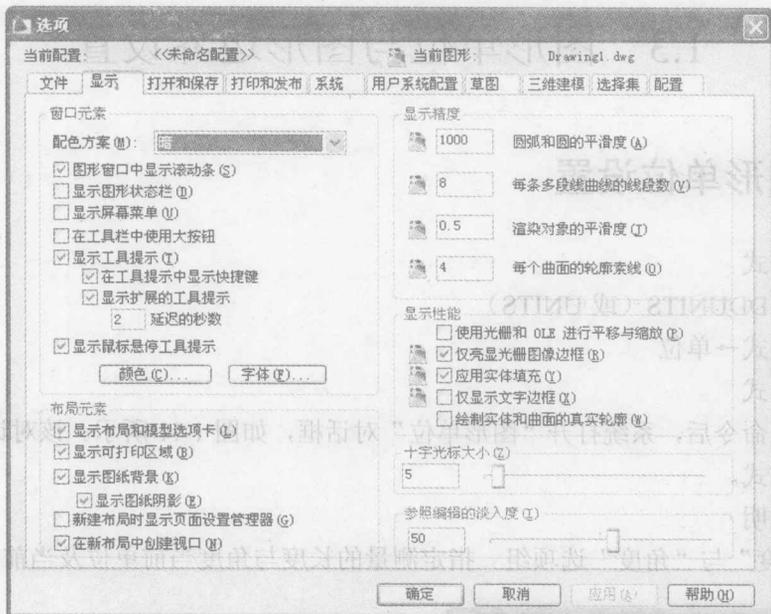
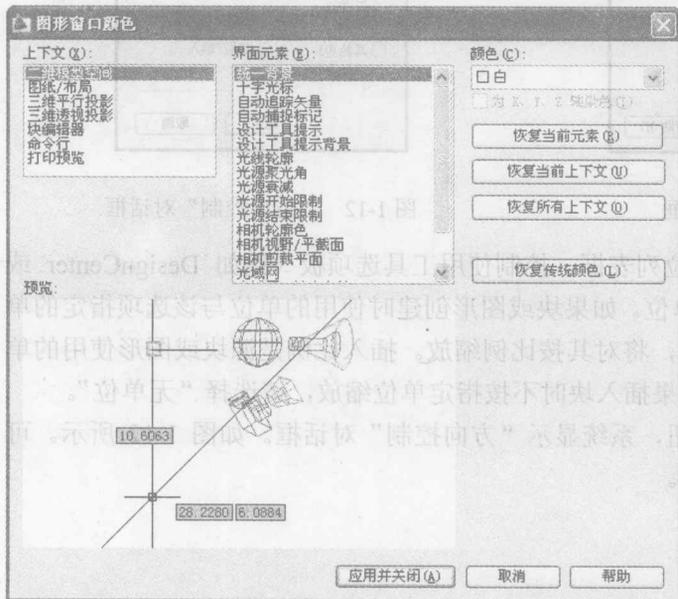

图 1-8 “选项”对话框中的“显示”选项卡
图 1-9 “图形窗口颜色”对话框
(1) 选择“工具”下拉菜单中的“选项”项打开“选项”对话框, 打开如图 1-8 所示的“显示”选项卡, 单击“窗口元素”区域中的“颜色”按钮, 将打开如图 1-9 所示的“图形窗口颜色”对话框。
(2) 单击“颜色”字样右侧的下拉箭头, 在打开的下拉列表中, 选择需要的窗口颜色, 然后单击“应用并关闭”按钮, 此时 AutoCAD 2009 的绘图窗口变成了窗口背景色, 通常按视觉习惯选择白色为窗口颜色。